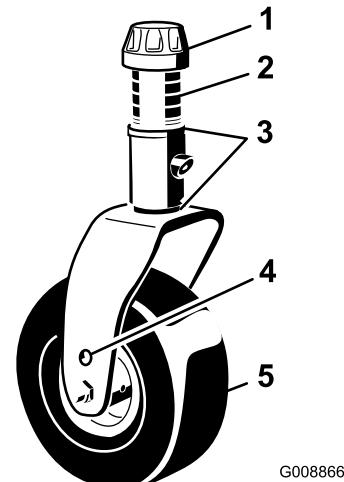

Figura 17
3. Togliete il cappuccio di tensione dall'asse del perno (Figura 17) ed estraete il perno dal braccio della ruota orientabile. Montate i due spessori (3 mm) sull'asse dei perni, come erano montati in origine. Questi spessori servono per ottenere un livellamento sull'intera larghezza degli apparati di taglio. Mettete il numero opportuno di distanziali da 13 mm (vedi seguente tabella) sull'asse del perno, fino ad ottenere l'altezza di taglio richiesta, quindi montate la rondella sul perno.